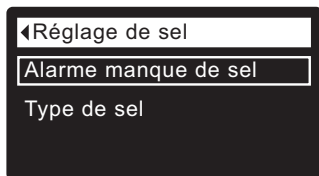

FIG. 37
3. Appuyez sur le sélecteur (O) pour afficher le menu de réglage du sel (cf. Figure 37).
7. Appuyez sur le sélecteur (O) : l'afficheur revient au menu de réglage du sel (cf. Figure 37).